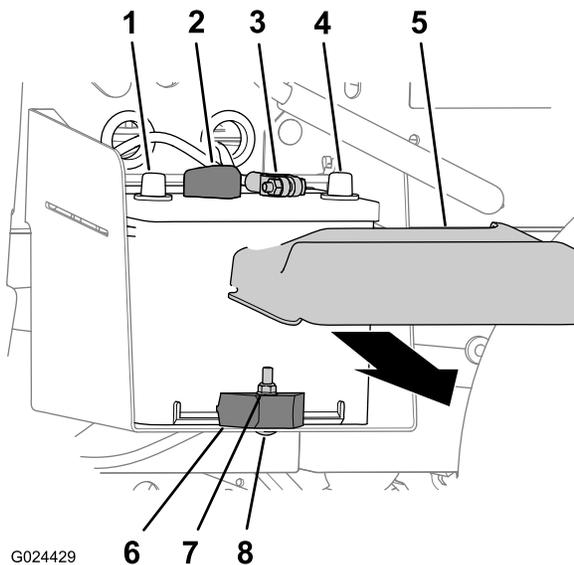

図 56
1. バッテリーカバーを両側からを押すようにしてバッテリー上部からカバーを外す(図 56)。
2. バッテリーの端子からマイナスケーブル黒を外す(図 56)。
3. バッテリーの端子からプラスケーブル赤を外す(図 56)。
2. バッテリーをバッテリートレイに固定しているロックナット、キャリッジボルト、バッテリークランプを外す(図 56)。
3. バッテリートレイからバッテリーを取り出す(図 56)。
1. バッテリートレイにバッテリー載せる(図 56)。
**注** バッテリーのプラス端子とマイナス端子が(図 56)のように整列するように取り付けること。
2. バッテリークランプ、キャリッジボルト、ロックナットを使って、バッテリーをバッテリートレイに固定する(図 56)。
1. プラスケーブル赤をバッテリーのプラス端子に接続する(図 56)。
2. マイナスケーブル黒をバッテリーのマイナス端子に接続する(図 56)。
3. バッテリー上部に、バッテリーカバーを取りつける(図 56)。